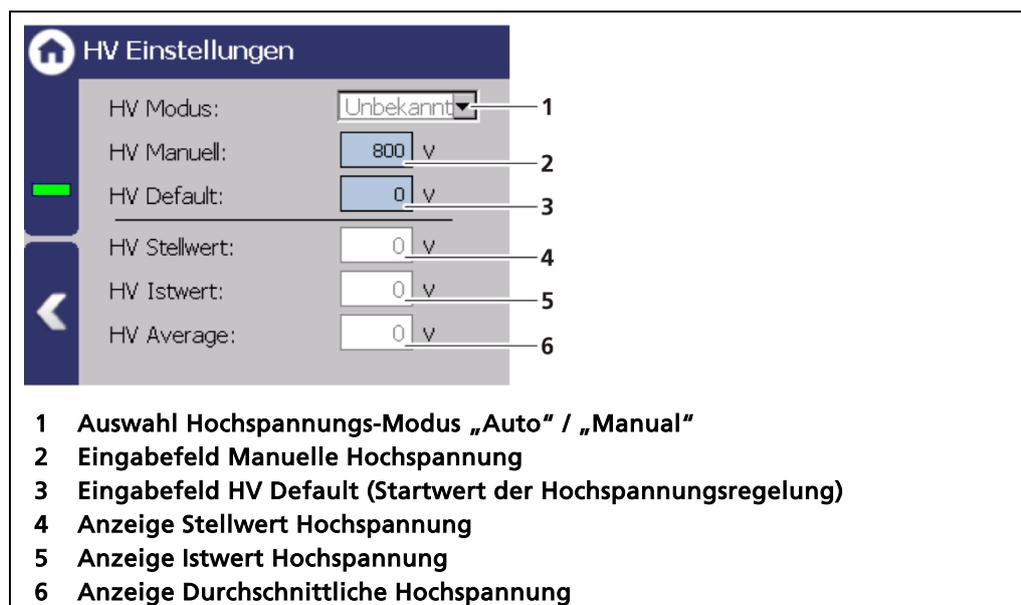

Abb. 72 Übersicht HV Einstellungen
1. Klicken Sie auf den Auswahlpfeil (Abb. 72, Pos. 1), um den gewünschten HV Modus (Auto oder Manual) einzustellen.
- ▶ MANUAL: Die Hochspannung wird auf einen festen, vom Nutzer eingegebenen Wert (Abb. 72, Pos. 2) gehalten.
2. Klicken Sie in das Eingabefeld „HV Default“ (Abb. 72, Pos. 3) um das Eingabefeld zu öffnen.